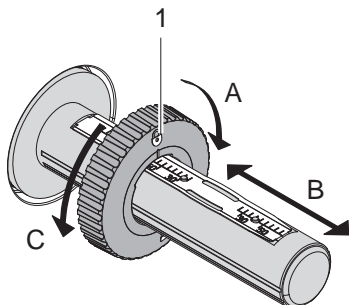

Figura 11 Ajuste dos limitadores de margem
3. Ajustar o limitador de margem (1) ao desenrolador (3) de acordo com a largura da fita de transferência (Figura 11):
- Segurar o enrolador e desbloquear o limitador de margem (1) rodando-o no sentido A.
- Deslocar o limitador de margem (1) no sentido B e ajustá-lo, com a ajuda da escala, à largura da fita de transferência.
- Segurar o enrolador e bloquear o limitador de margem (1) rodando-o no sentido C.
4. Deslocar a fita de transferência (5) até ao limitador de margem (1) no desenrolador (3), de forma a que o revestimento colorido da fita fique virado para baixo ao desenrolar.